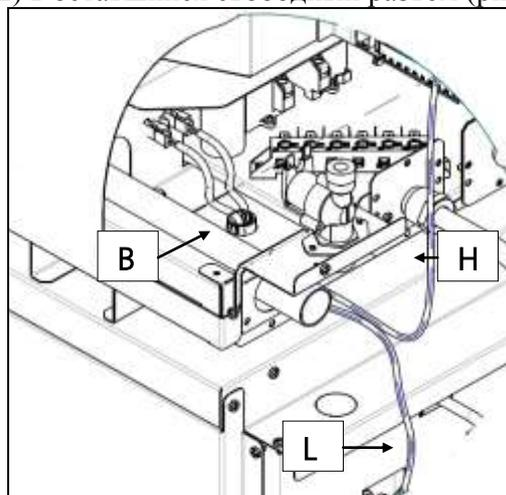

Рис.13b
Вставить коннектор идущего от нижней печи кабеля (L) в оставшийся свободный разъём (рис.13b).